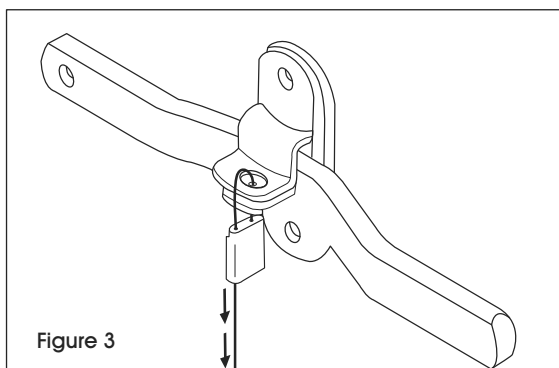

Figure 3
5. Maintenez le câble d'une main et le boîtier de l'autre. Tirez sur le câble pour faire diminuer la boucle du câble. (Voir Figure 3)